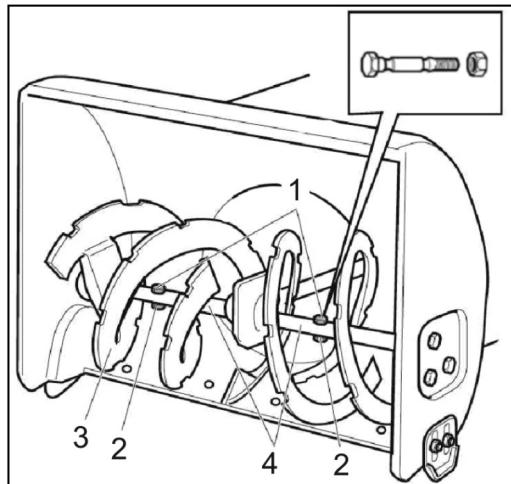

Рис. 28
11.10. Замена срезных болтов (Рис. 28)